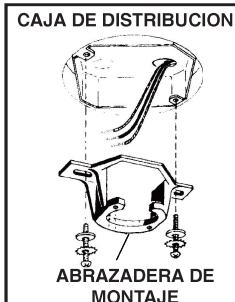

FIG. 5
Paso 1. Asegure la abrazadera de montaje a la caja de distribución del techo usando los tornillos de la caja de distribución y las rondanas incluidas con el ventilador (Fig. 5).